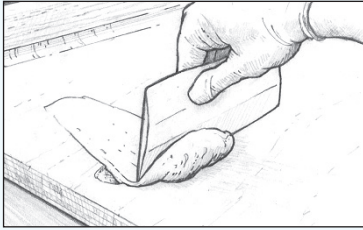

Abbildung 22 Tragen Sie die Spachtelmasse auf, um alle Hohlräume zu füllen und die Form zu spachteln.
4. Spachteln Sie die angedickte Epoxidharzmischung mit einem Kunststoffspachtel auf die vorbenetzte Oberfläche, so dass alle Löcher und Lunken gefüllt sind. Formen Sie die Spachtelmasse nach Wunsch, sie sollte jedoch ein wenig erhaben gegenüber der Umgebung sein (Abbildung 22). Entfernen Sie überschüssiges Epoxidharz vor dem Aushärten. Wenn der Spachtelauftrag 12mm Dicke übersteigt, sollten Sie die Masse in mehreren Schichten auftragen, und jede Schicht vor dem Auftragen einer neuen Schicht teilweise aushärten lassen. Sie können auch, abhängig von der Umgebungstemperatur, den 206 langsamen Härter oder den 209 Tropical Härter benutzen.